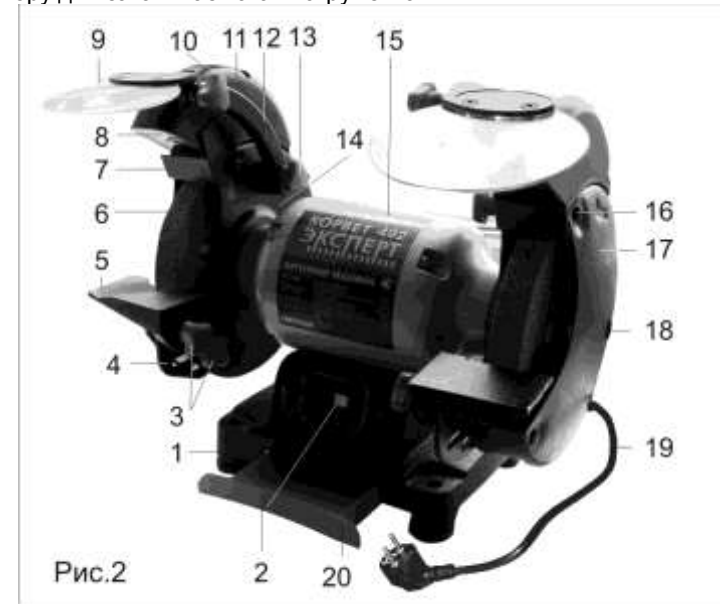

Рис.2
Машина состоит из следующих сборочных единиц и деталей, Рис. 2:
Установите машину на ровной и устойчивой поверхности верстака и надежно закрепите её через специальные отверстия в основании (1), Рис. 2, с помощью болтовых соединений (не комплектуются).
9. СБОРКА И РЕГУЛИРОВКА (Рис. 2)
Регулярно очищайте защитные экраны (9) влажной тряпкой, обеспечивая видимость рабочей зоны, Рис. 2. Не используйте растворители или очистители, выработанные на основе бензина.
10.1. Пуск машины (Рис. 2)
10.2. Заточка режущего инструмента (Рис. 2)
11. ЗАМЕНА ШЛИФОВАЛЬНОГО КРУГА (Рис. 2, 3)